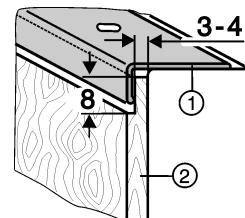

Fig. 10
- ▶ Gradúe los paneles decorativos Fig. 10 (2) más gruesos hasta como máximo 4 mm de grosor según se indica en la ilustración.